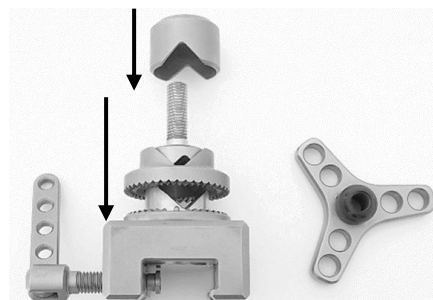

Abb. 3
Wie in Abbildung 3 zu sehen, den unteren Teil der Klemmbacke (3) auf den Sockel (4) setzen, danach den oberen Teil der Klemmbacke (2) über das Gewinde des Sockels (4) einführen.